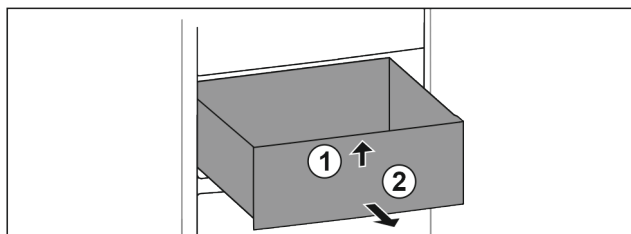

Fig. 84
- ▶ Nadvihnite zásuvku vpred. Fig. 84 (1)
- ▶ Odoberte zásuvku dopredu. Fig. 84 (2)